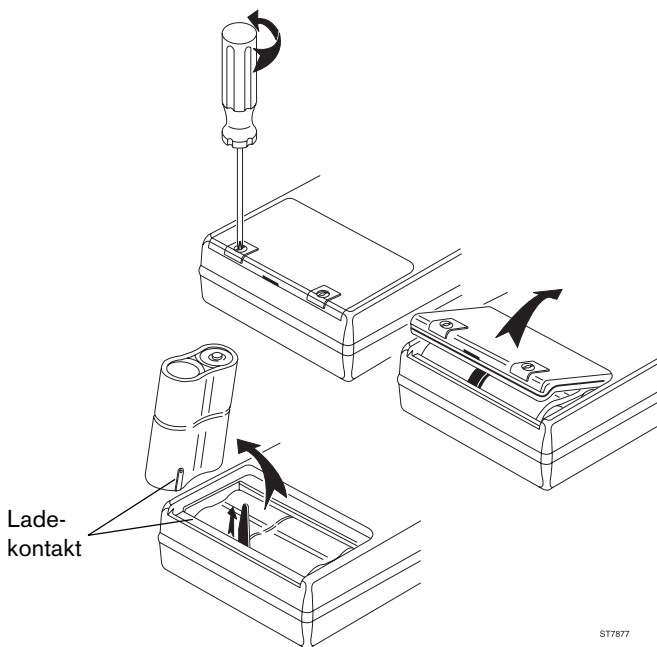

Bild 2, Auswechseln der Batterien
- Legen Sie einen neuen NiCd-Akkusatz bzw. neue Alkali-Batterien (Babyzellen, Typ KR27/50 oder R14) ein, siehe Bild 2.
- !** Den Akku so einlegen, daß der Ladekontakt des Akkus im Batteriefach wie in Bild 2 gezeigt angeordnet ist.